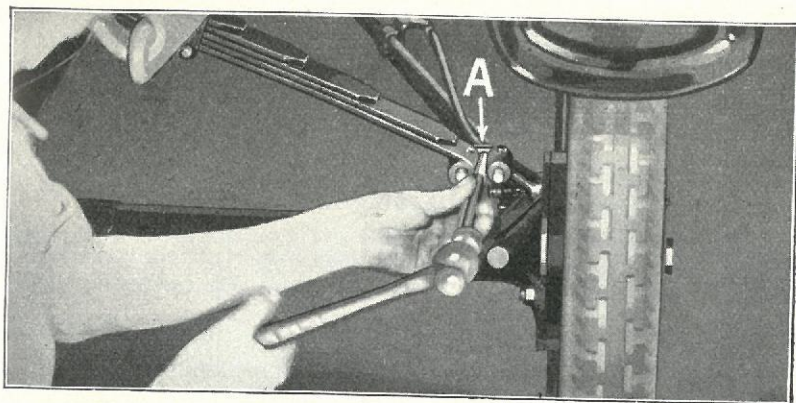

Fig. 365
- 659** Skru de fire Møtrikker »B« af Bagfjeder-Hængeboltene, tag Spændestykkerne »C« af og driv Hængeboltene ud af Fjeder og Fjederstøtte, som vist i Fig. 365-A).